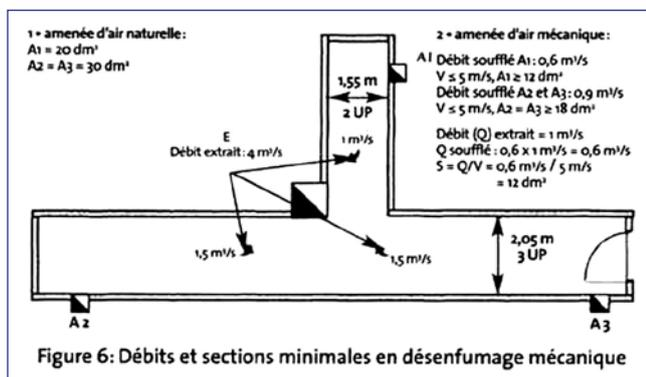

Figure 6: Débits et sections minimales en désenfumage mécanique
- toute section de circulation comprise entre une bouche d'extraction des fumées et une bouche d'amenée d'air doit être balayée par un débit d'extraction au moins égal à $0,5 \text{ m}^3/\text{s}$ par unité de passage réalisée (UP entière arrondie à la valeur la plus proche) de la circulation, toutefois le débit total extrait dans une circulation (ou portion de circulation recoupée) est limité à $8 \text{ m}^3/\text{s}$ (fig. 6) ;